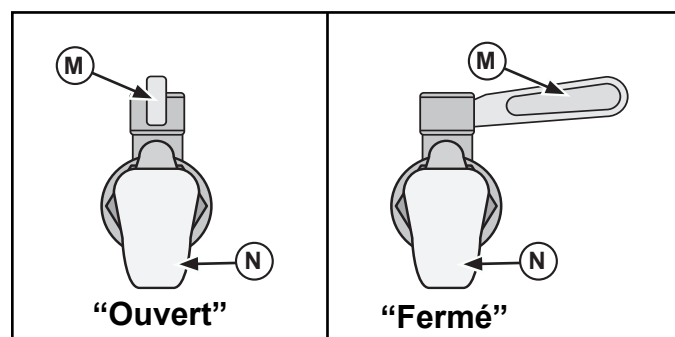

Figure 4. Robinet de vidange et positions de la manette.
1. Pour les appareils comportant un bain, assurez-vous que la manette du robinet de vidange (M) est en position fermée (Figure 4). Ou bien, attachez le circulateur à une cuve de 5,3 qt (5 l) à 31,7 qt (30 l) de volume.